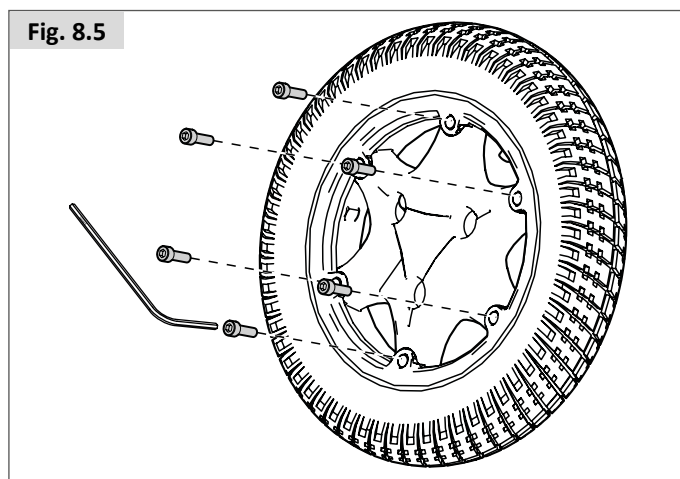

Fig. 8.5
- Hay 6 tornillos en la llanta que necesitan aflojarse y ajustarse (Fig. 8.5)
- Utilice una llave Allen de 5 mm para retirar/ajustar los tornillos. (Fig. 8.5).
- Ajuste los tornillos como se muestra en la Fig. 8.5